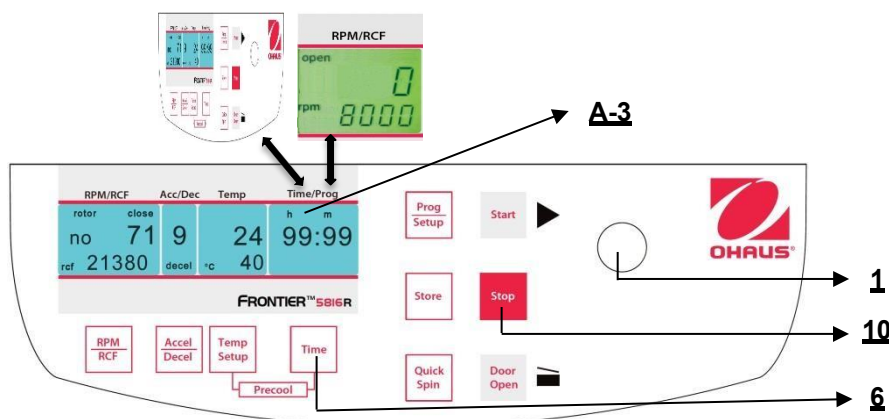

Abbildung 20
Um den gewünschten Wert einzustellen, benutzen Sie den Anpassknopf (1). Nachdem 59 min 50 sec überschritten werden, wechselt die Anzeige automatisch auf **"h : m"**. Nachdem 99 hours 59 min überschritten werden, erscheint das Wort **"cont"** in der Anzeige **"Time/Prog"** (A-3). Dieser dauerhafte Betrieb kann nur durch Drücken der Taste **"Stop"** (10) unterbrochen werden. Der Countdown beginnt so bald die eingestellte Geschwindigkeit erreicht ist. Die Anzeige zeigt immer die verbliebene Zeit. (Siehe Abbildung 20)
Wenn die Proben temperaturempfindlich sind, ist es sinnvoll, die Zentrifuge, den Rotor und möglicherweise die Behälter auf die gewünschte Arbeitstemperatur vorzukühlen. Fügen Sie daher den gewünschten Rotor ein und stellen Sie die entsprechende Temperatur vorab ein. Durch gleichzeitiges Drücken der Tasten **"Temp/Setup"** (13) (siehe Abbildung 20) und **"Time"** (6) starten Sie den Durchlauf. Während des Betriebs wählt die Einheit automatisch eine Rotationsgeschwindigkeit, die 20% der zulässigen Rotationsgeschwindigkeit des entsprechenden Rotors entspricht. Nachdem die Vorstarttemperatur erreicht ist, können Sie den Vorkühldurchlauf mit der **"Stop"**-Taste (10) verlassen.